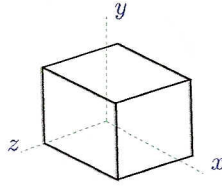

Figura 4: Cubo diferencial
d) (4 puntos) Grafique los esfuerzos en el cubo de la Figura 4.